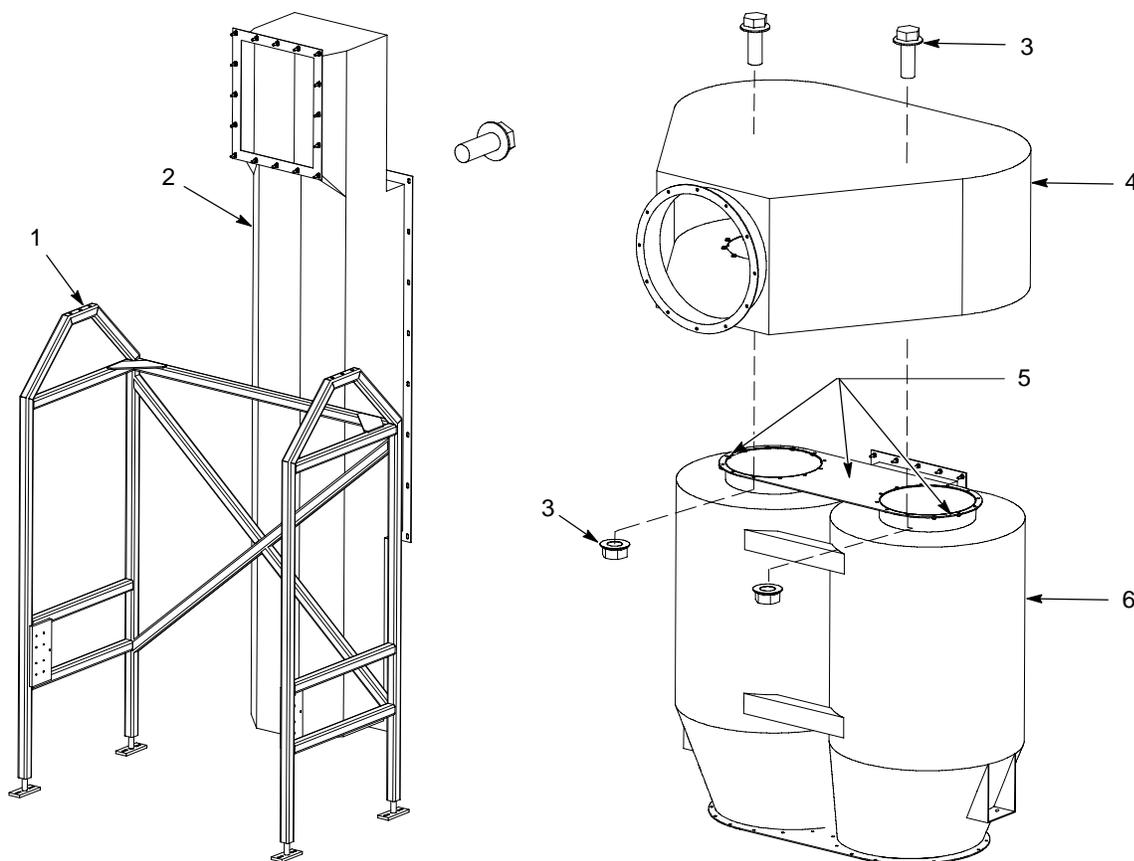

Figura 11 Ubicación del soporte del ciclón y conjunto del banjo/ciclón (típico)
1. Ver la figura 11. Ubicar las patas traseras del soporte del ciclón (1) aproximadamente 2 pies enfrente del conducto de extracción (2).
2. Aplicar un cordón de sellante (5) alrededor de la brida superior de la mitad superior del ciclón (6).
3. Instalar el banjo (4) en la mitad superior del ciclón y fijarlo con tuercas y pernos de $\frac{3}{8}$ -16 x 1 pulg. Apretar bien los pernos.